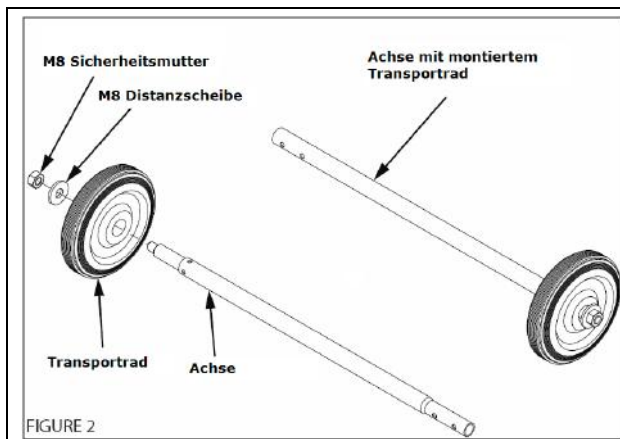

FIGURE 2
2. Transporträder auf die Achsen montieren (**FIGURE 2**).